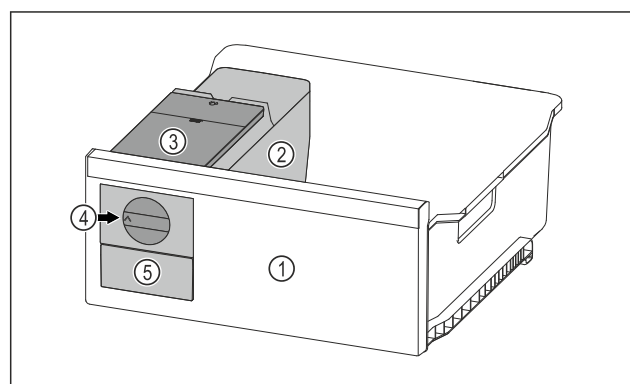

Fig. 109 Przykładowa prezentacja
- ▶ Pokrętko Fig. 109 (4) obrócić zgodnie z ruchem wskazówek zegara.
- ▶ Kostki lodu wypadają do pojemnika na kostki lodu w szufladzie na kostki lodu Fig. 109 (5).